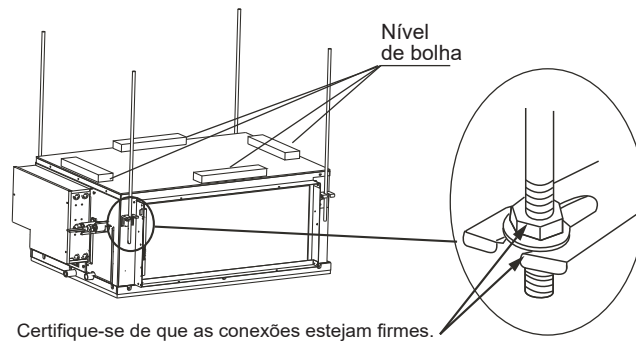

Figura 8
3. Use um nível de bolha para verificar se o corpo da unidade está nivelado (inclinando o corpo da unidade para baixo no sentido do lado da drenagem), como mostrado na Figura 8.